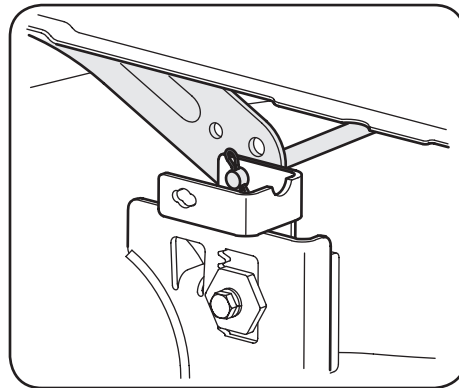

Figura 4-9
- Mirando la plataforma de corte desde el lado izquierdo del tractor, ubique el pasador de chaveta que sujeta la varilla de soporte de la plataforma del lado posterior izquierdo de la plataforma. Consulte la Figura 4-9. Extraiga el pasador de chaveta que sujeta la varilla de soporte de la plataforma, y con cuidado saque el soporte de la plataforma del brazo de elevación de la plataforma.